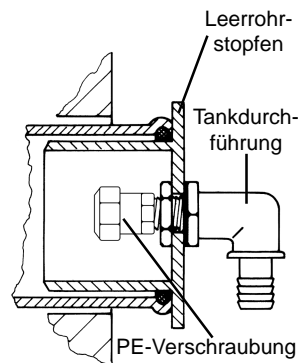

Bild 4
- Falls Ihr Auffangbehälter einen DN 100-Muffenanschluss besitzt, können sie zudem den Leerrohrstopfen mit einsetzen, siehe Bild 4.